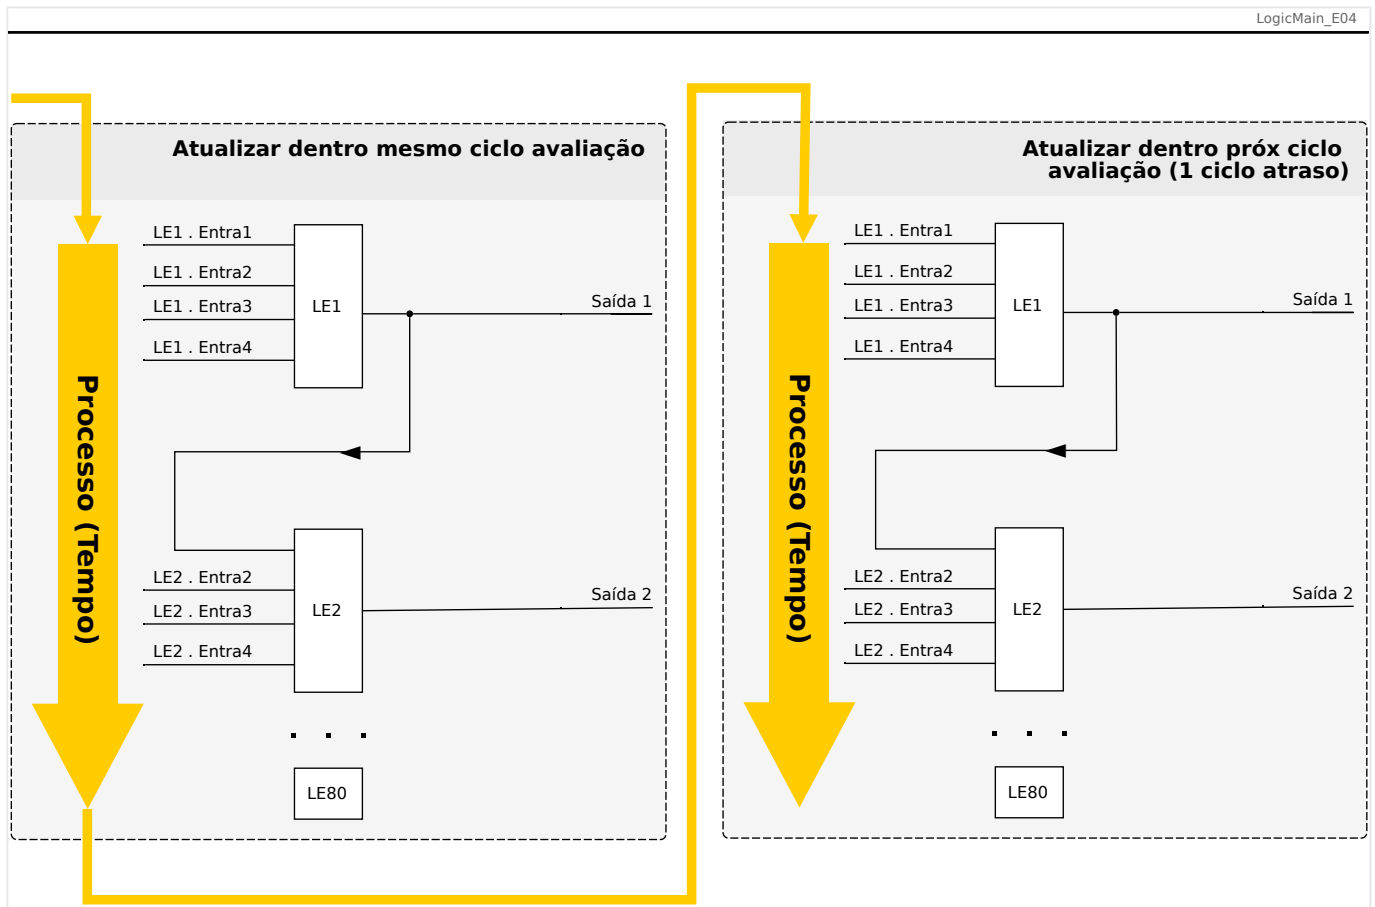
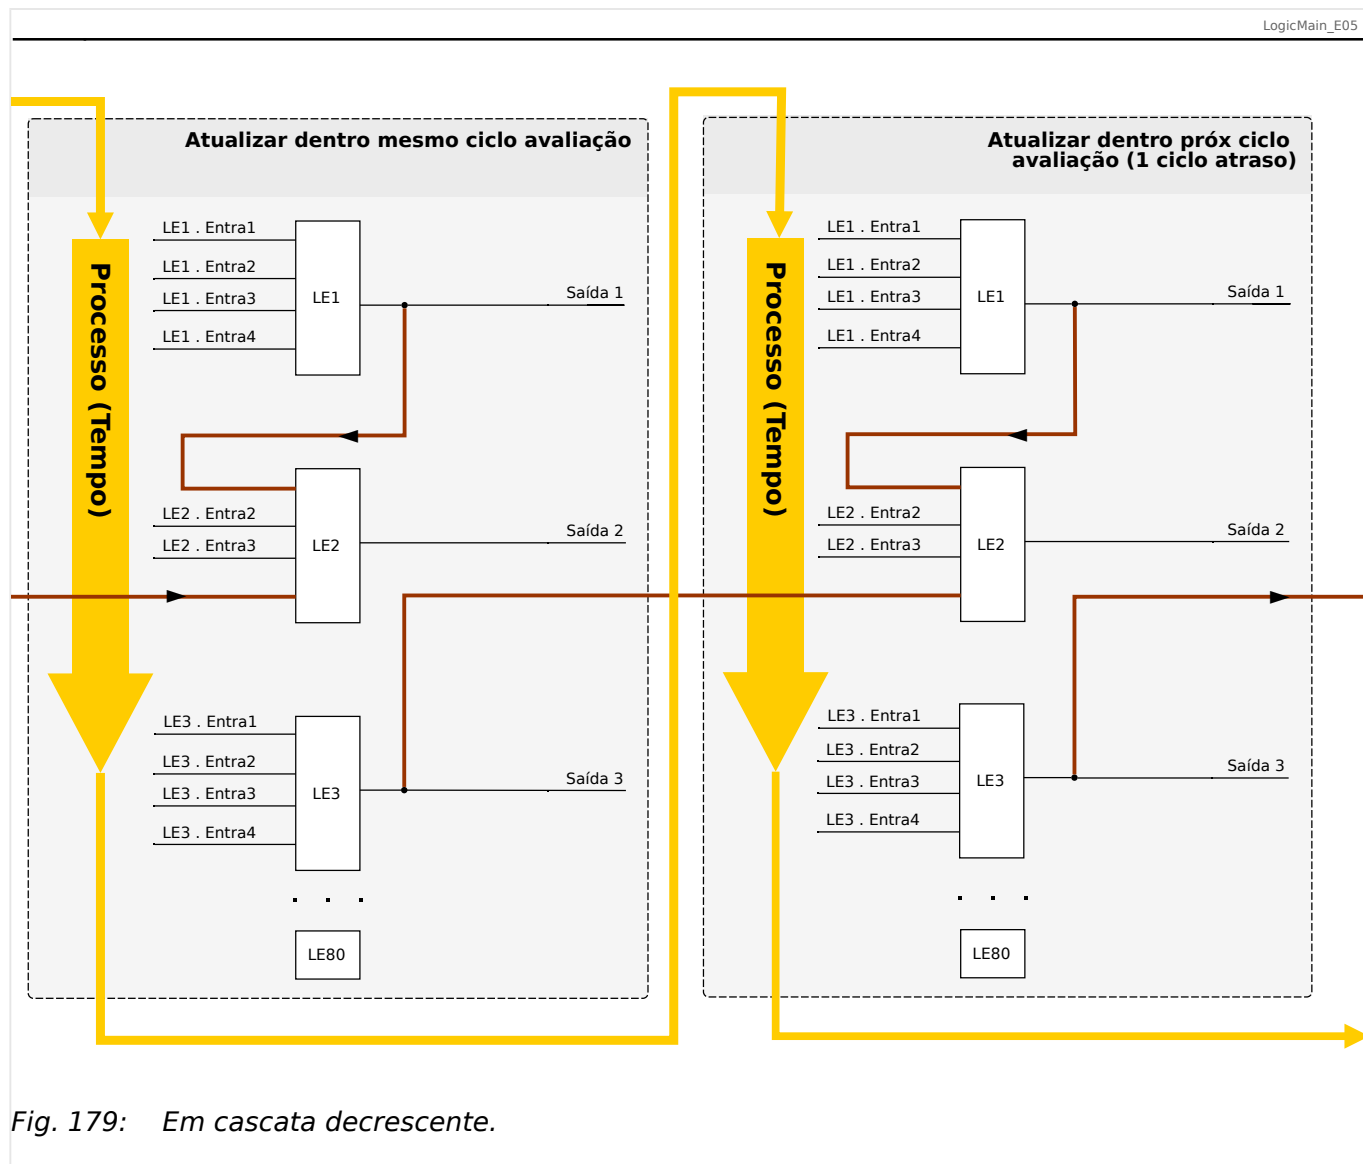

Fig. 178: Em cascata crescente.
Fig. 179: Em cascata decrescente.
- Sequência **ascendente** significa que alguma saída é alimentada na entrada de uma equação lógica com o número **mais alto**. Por exemplo, o diagrama  Fig. 178 abaixo mostra um exemplo em que o resultado da Equação Lógica LE1 é usado como uma entrada da Equação Lógica LE2.
- Sequência **descendente** significa que alguma saída é alimentada na entrada de uma equação lógica como número **mais baixo**. Por exemplo, o diagrama  Fig. 179 mostra um exemplo em que o resultado da Equação Lógica LE3 é usado como uma entrada da Equação Lógica LE2.
Tanto a sequência ascendente como a descendente podem ser usadas e combinadas entre si, sem diferença imediata. Contudo, devido à avaliação de todas as equações em ordem ascendente, os valores de tempo de execução reais que são alimentados na entrada de uma equação terão uma “idade” diferente, como mostrado em  Fig. 178 e  Fig. 179 abaixo.
No exemplo mostrado em Fig. 179 acima, a “Equação Lógica 2” usa os estados de saída de duas outras equações, “Equação Lógica 1” e “Equação Lógica 3”. O resultado da “Equação Lógica 1” é usado em ordem ascendente e, portanto, foi avaliado dentro do mesmo ciclo do processo. O resultado da “Equação Lógica 3” é usado em ordem descendente e, portanto, foi avaliado dentro do ciclo de processo anterior.